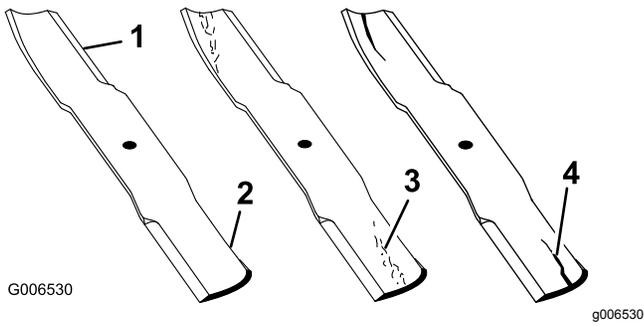

Figure 61
1. Examinez le tranchant des lames (Figure 61).
2. Inspectez les lames, surtout la partie relevée (Figure 61).
Remarque: Remplacez immédiatement toute lame endommagée, usée ou qui présente une entaille (repères 3 et 4 de la Figure 61).